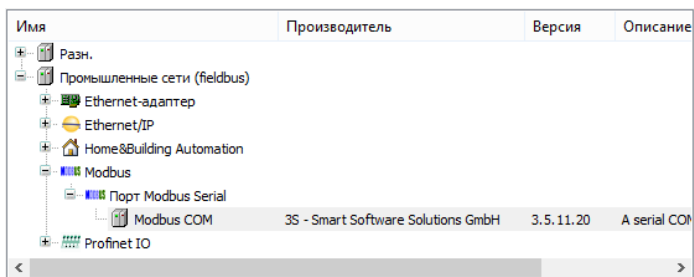

Рис. 13. Добавление Modbus COM
2. Добавить **Modbus_COM** (рис. 13);